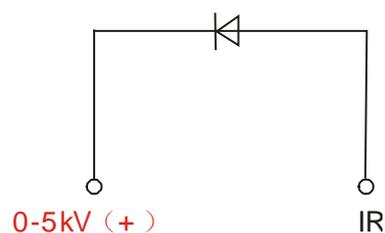
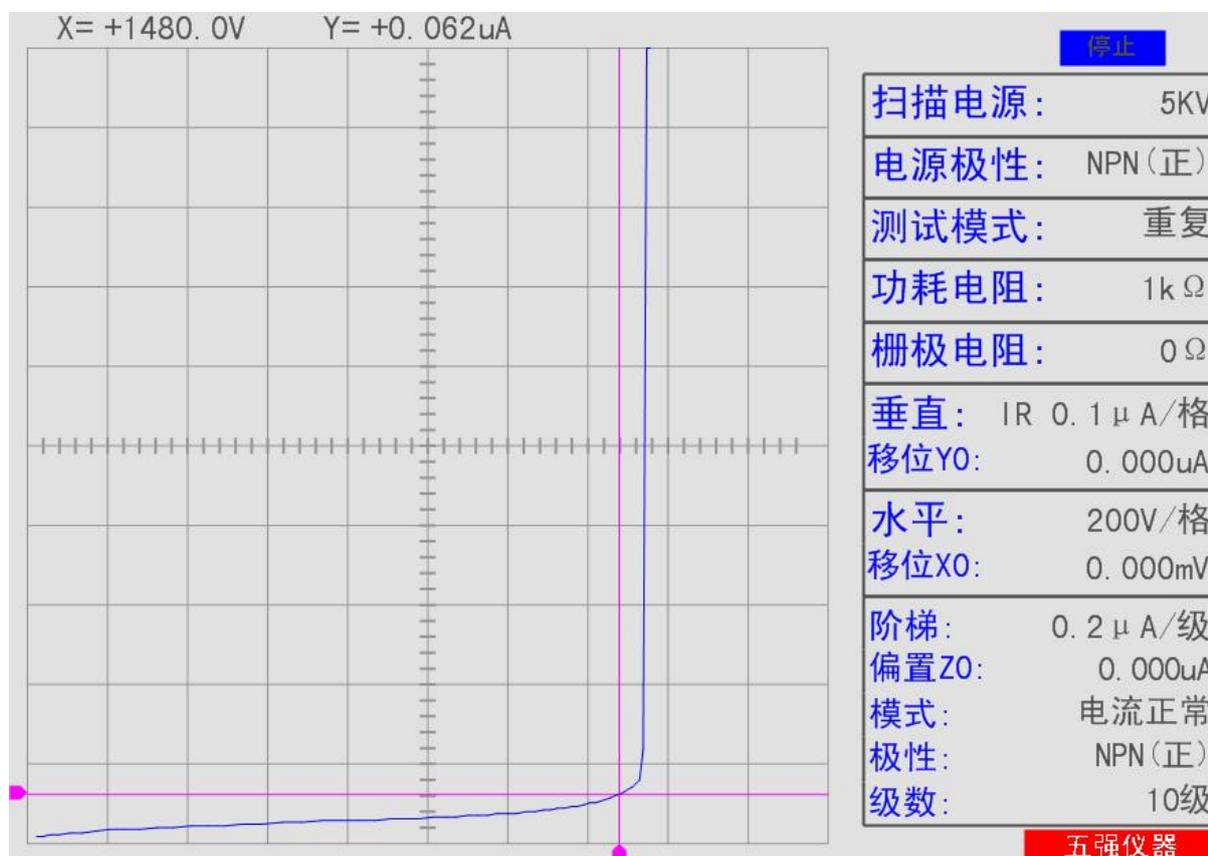

图 44
图 45: 1N5408 反向漏电流测试
6.15 1N5408 反向漏电流测试, 连接见图 44, 注意二极管正极接 IR 端, 负极接 5kV (+) 端。(“设置” - “数字滤波设置” - “IR 滤波设置” - 开), 特性曲线见图 45